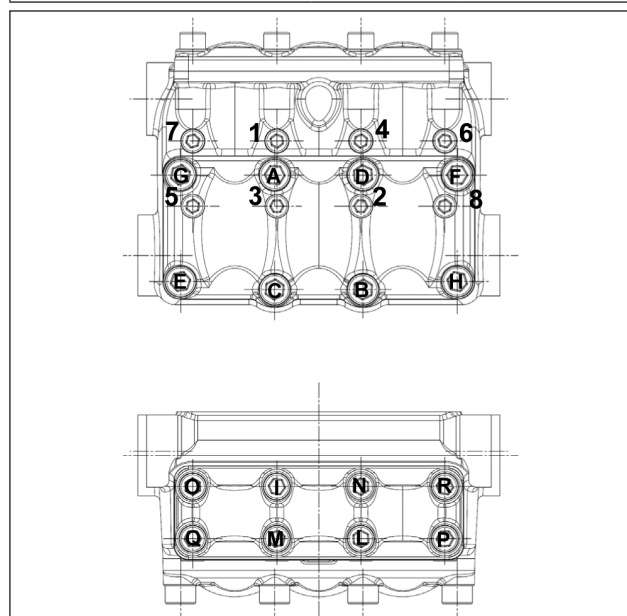

Fig. 31
*** Los tornillos de fijación de la tapa de válvulas pos. dib. desglosado 45 deben ser ajustados utilizando una llave dinamométrica respetando el orden indicado en el esquema de la (Fig. 31).